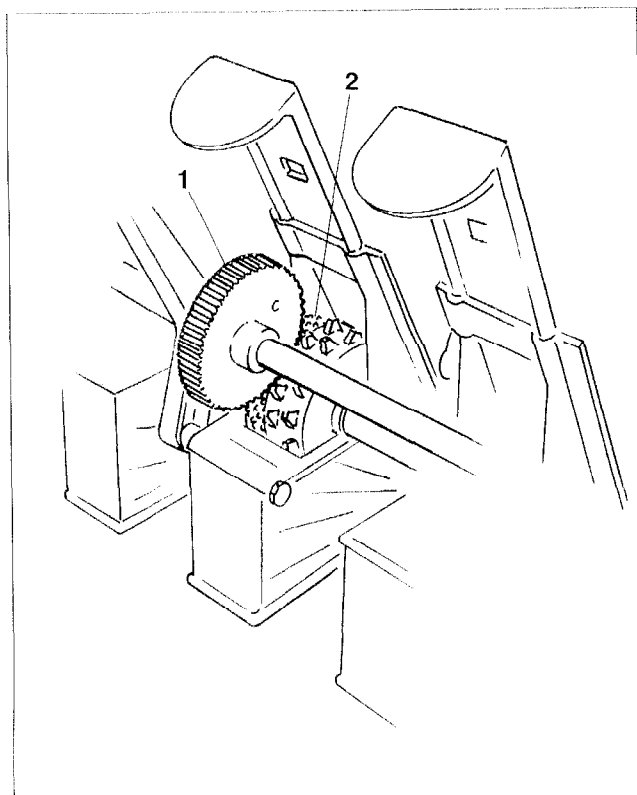

Fig. 13.17
- Zähne der Antriebsritzel (Fig. 13.17/1) und der Fahrgassenfeinsäräder (Fig. 13.17/2) in Eingriff bringen. Antriebsritzel an der Vorgelegewelle befestigen.